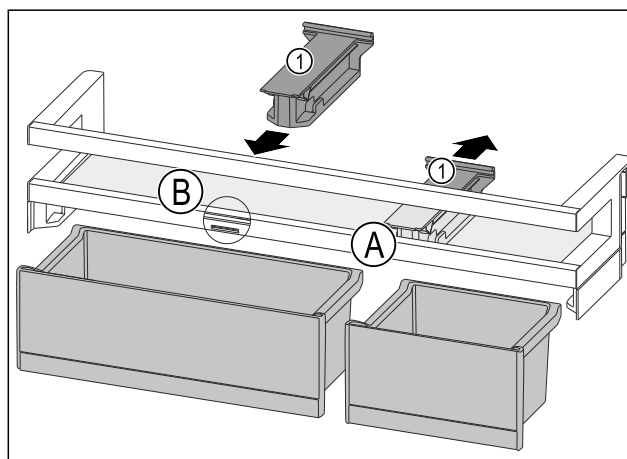

Fig. 89
- Halteteil Fig. 89 (1) in Position Fig. 89 (A) nach hinten abziehen.
- Halteteil Fig. 89 (1) in Position Fig. 89 (B) einsetzen.